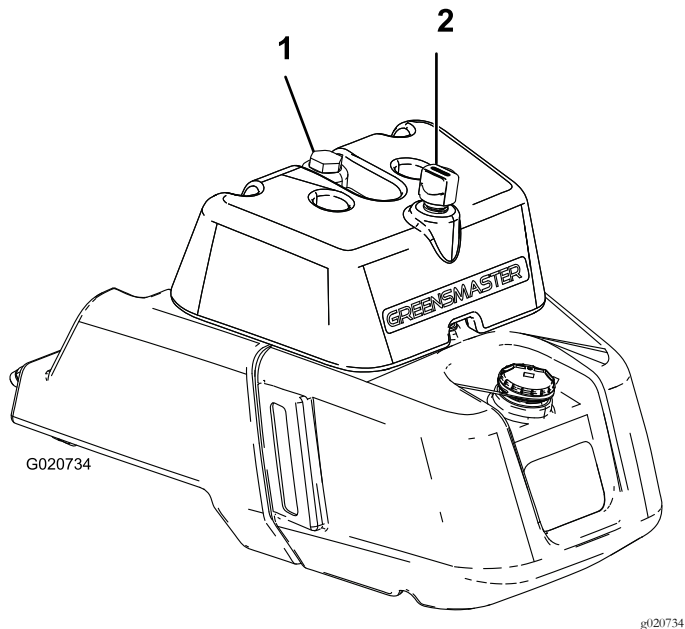

图35
- 如果油箱有观察窗口请通过窗口检查油位图35然后转至步骤5。